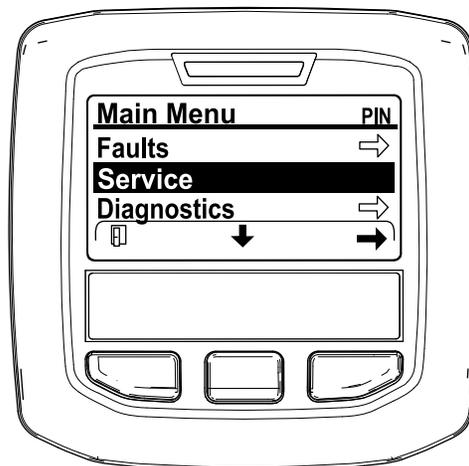

Рисунок 33
2. Перейдите в MAIN MENU (ГЛАВНОЕ МЕНЮ), нажмите среднюю кнопку, чтобы перейти вниз к SERVICE MENU (МЕНЮ ТЕХОБСЛУЖИВАНИЯ), и нажмите правую кнопку, чтобы выбрать опцию SERVICE (ТЕХОБСЛУЖИВАНИЕ) (Рисунок 33).